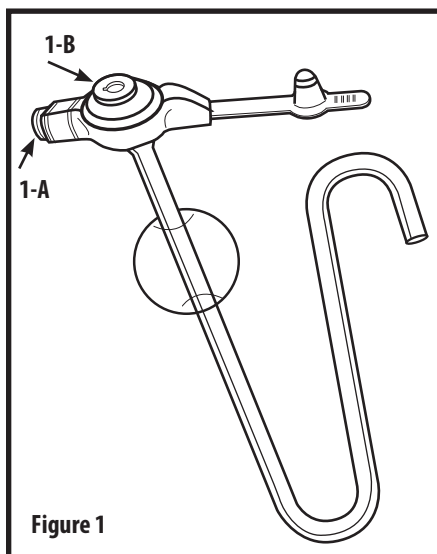

Figure 1
2. Folosind seringă Luer de 6 ml, inclusă în trusă, a se umple balonul, prin orificiul balonului, cu 5 ml de apă sterilă sau distilată. **(Fig 1-A)**
4. Folosind seringă Luer de 6 ml, a se introduce apă prin orificiul jejunului **(Fig 1-B)**, pentru a verifica funcționalitatea.